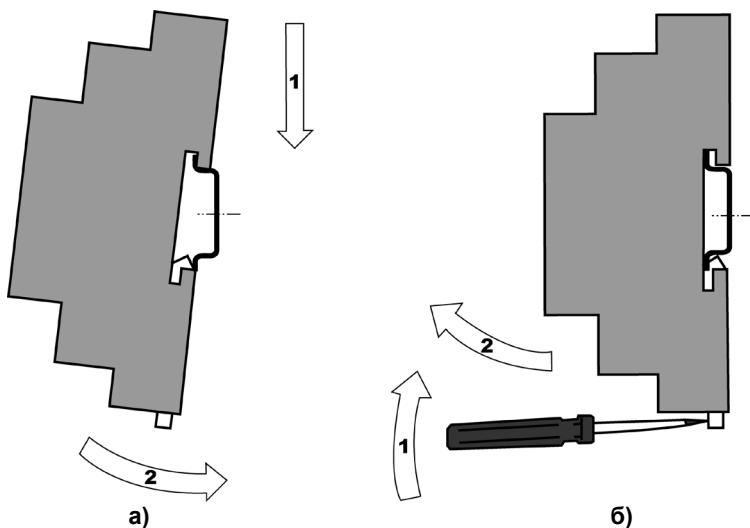

Рисунок 6.1 – Монтаж контролера на DIN-рейку
3. Контролер із зусиллям притискається до DIN-рейки у напрямку, показаному стрілкою 2 (див. рисунок 6.1а), до фіксації засувки.
4. Для знімання контролера з DIN-рейки у вушко засувки вставляється вістря викрутки (див. рисунок 6.1б) і засувка відтискається по стрілці 1, після чого контролер відводиться від DIN-рейки по стрілці 2. При зніманні ПЛК63 дві засувки відтискаються одночасно.